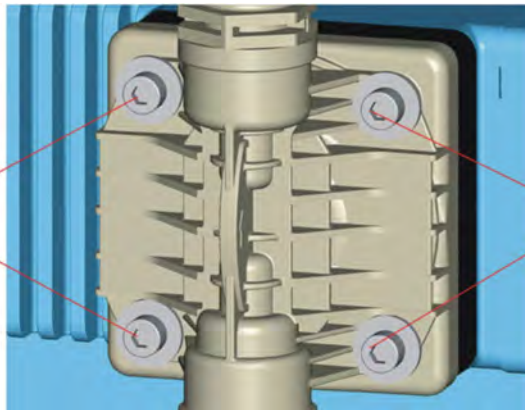

Abb. 8: Pumpenkopfschrauben nachziehen
- der Pumpenkopfschrauben (siehe ↪ Kapitel 6 „Inbetriebnahme“ auf Seite 28, Abb. 8), (fester Sitz, 4 Nm)